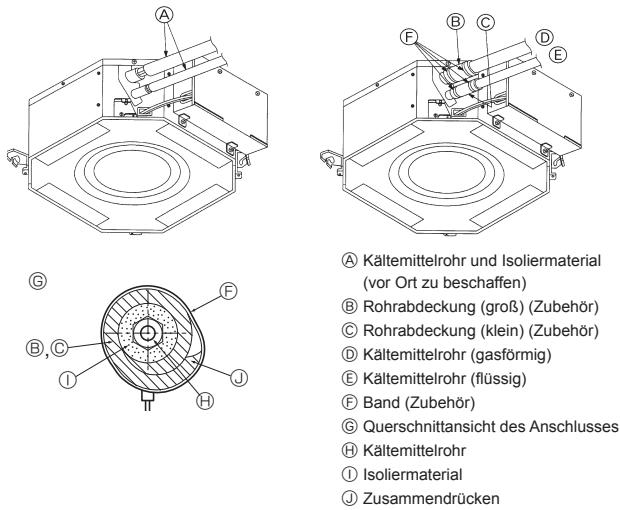

Fig. 5-8
5.4. Rohrleitungsanschluß (Fig. 5-8)